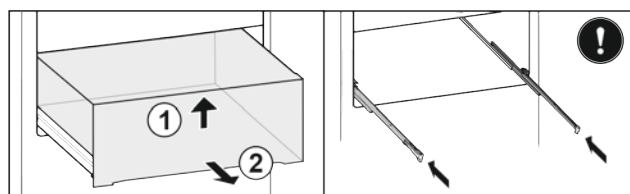

Fig. 27*
- ▶ Поднимите выдвижной ящик спереди Fig. 27 (1).*
- ▶ Извлеките движением вперед Fig. 27 (2).*